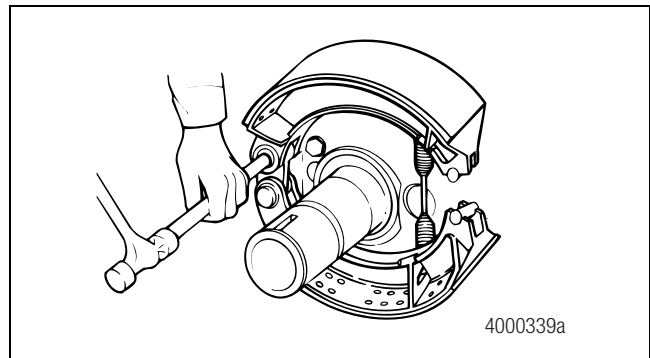

Figura 3.8
2. Use un punzón de latón para retirar el pasador de anclaje de la parte superior. Figura 3.8.